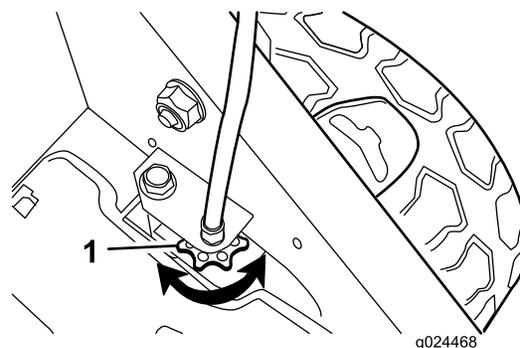

Figura 28
- Si las ruedas no giran al apretar la barra de autopropulsión, la correa de transmisión está demasiado floja. Gire el mando de control de la transmisión de las ruedas (Figura 28) una vuelta en sentido horario y repita los pasos 4 a 6.
- Si las ruedas giran antes de apretar del todo la barra de autopropulsión, la correa de transmisión está demasiado apretada. Gire el mando de control de la transmisión de las ruedas (Figura 28) una vuelta en sentido antihorario y repita los pasos 4 a 6.